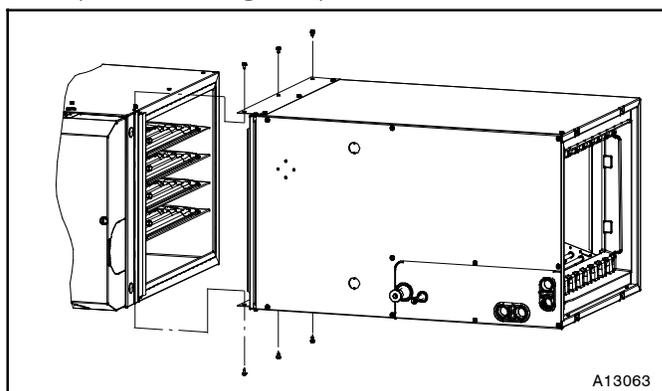

Figure 5 - Installation horizontale vers la droite
4. Utilisez des vis autotaraudeuses pour fixer l'appareil de chauffage. (Consultez la **Figure 5.**)